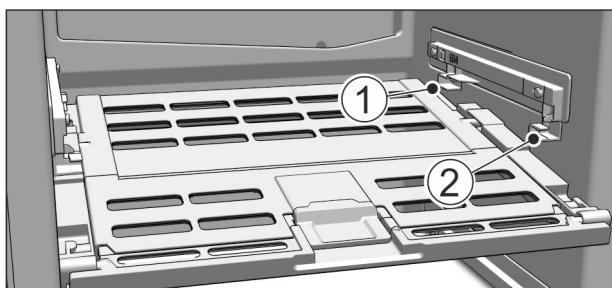

Fig. 51
- ▶ Wkładanie pokrywy Fruit & Vegetable-Safe: Ramiona pokrywy wprowadzić od dołu do tylnego uchwyty Fig. 51 (1) i założyć z przodu w uchwycie Fig. 51 (2).